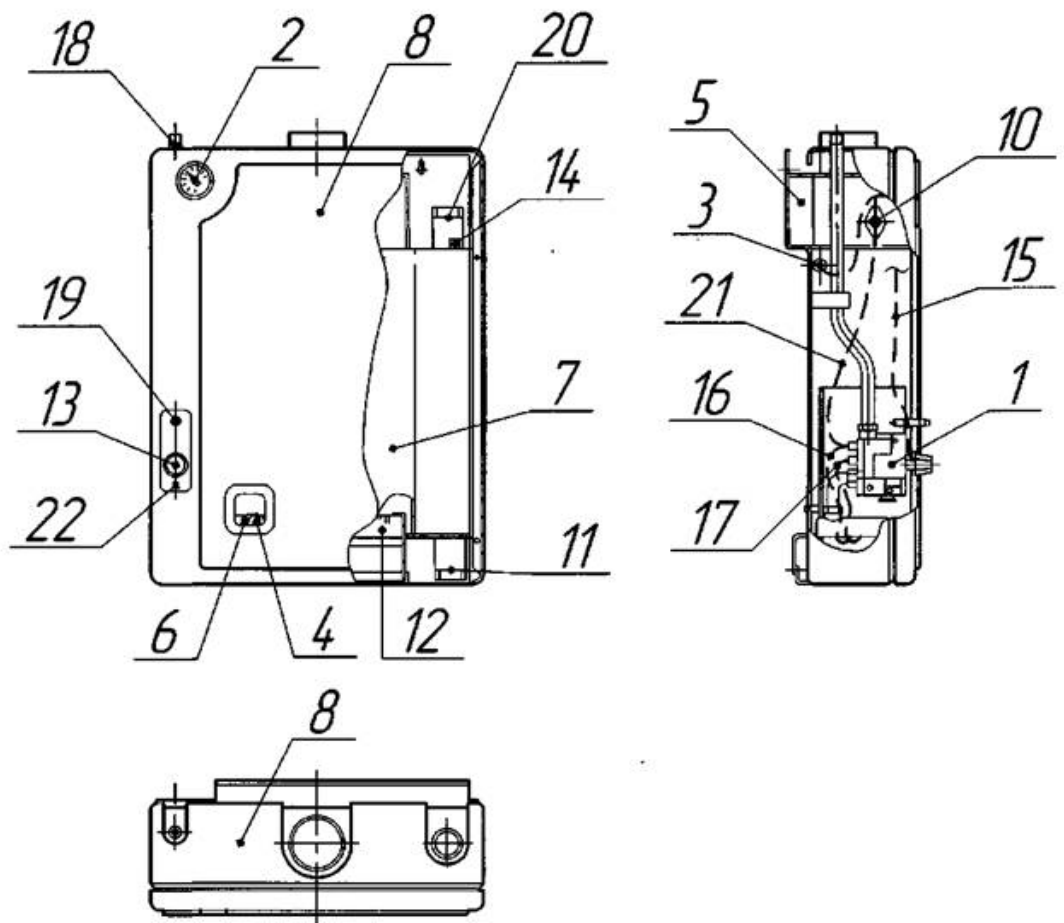

Рис. 1 Конструкция котла
Конструкция котла представлена на рис. 1.
Котел рис. 1 состоит из следующих основных узлов и деталей: теплообменника поз.7, газогорелочного устройства поз. 12, газоподводящей трубки поз. 18, блока автоматики поз.1, газоотвода поз. 5, указателя температуры воды поз. 2 с датчиком поз. 3, облицовки поз. 8.
- 5.7 Перед началом монтажа необходимо провести расконсервацию котла, проверить правильность его сборки в соответствии с рис. 1 и рис. 4 А, и убедиться в надежном и полном закреплении всех деталей и сборочных единиц.